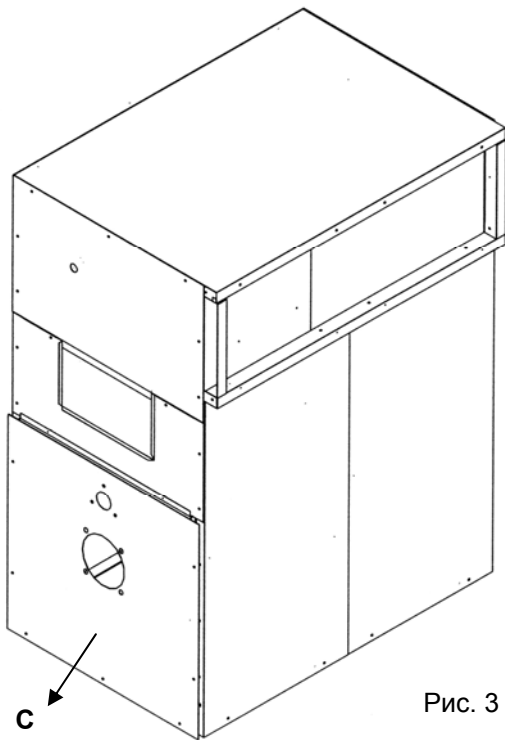
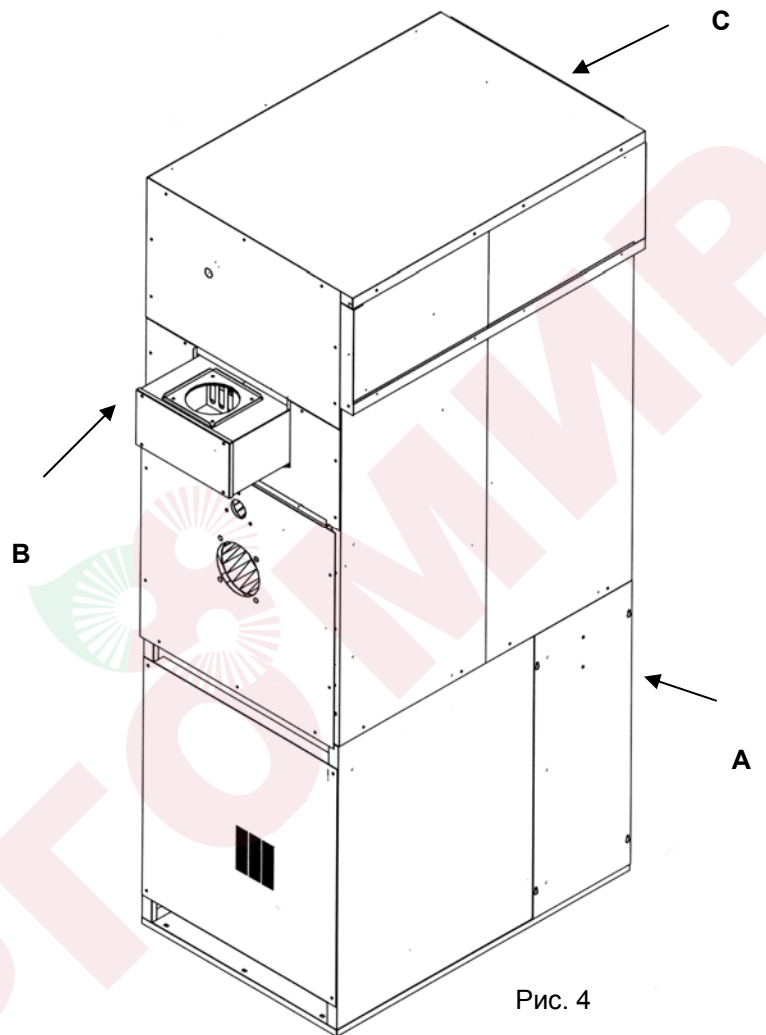

Рис. 3
Рис. 4
2. Собрать соответствующие панели, составляющие верхнюю часть (С) (Рис.3 для ИНР 100, Рис.4 для ИНР 200) с соответствующей частью, собранной в п.1